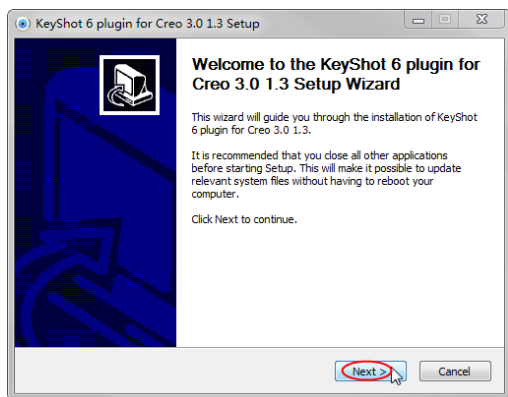

图 10-2 安装界面
- 02** 启动接口程序（以管理员身份安装），打开安装界面窗口，如图 10-2 所示。